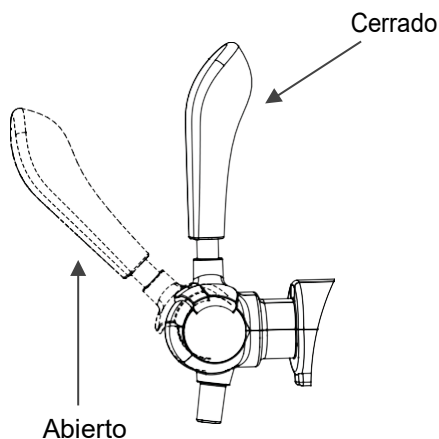

Figura 12
Nota: Compruebe que el grifo está en la posición de cerrado cuando conecte la manguera y el adaptador Figura 12
6. Tire hacia abajo del tirador unos 45 grados para que salga cerveza por el grifo del surtidor de cerveza. (Figura 12) Es posible controlar el flujo de salida y la espuma de la cerveza ajustando el control del regulador de presión.